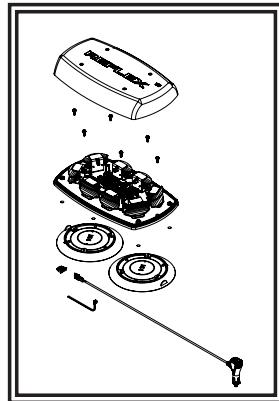

Figura 5
3. Coloque una arandela de estrella (internamente) el perno hexagonal cerrado M5 x 24 mm y la tapa del perno por el orificio del imán de la ventosa como se muestra. Sostenga el conjunto del imán-perno con el perno atravesando el imán lo más posible y coloque la tuerca hexagonal y el vástago del perno a través de uno de los orificios de las 4 esquinas del lado inferior de la base de la Minibar. Mantenga la tensión en el perno y la tuerca sosteniendo el imán de la ventosa mientras aprieta el conjunto. Repita este proceso para las cuatro esquinas. Vea la Figura 5.